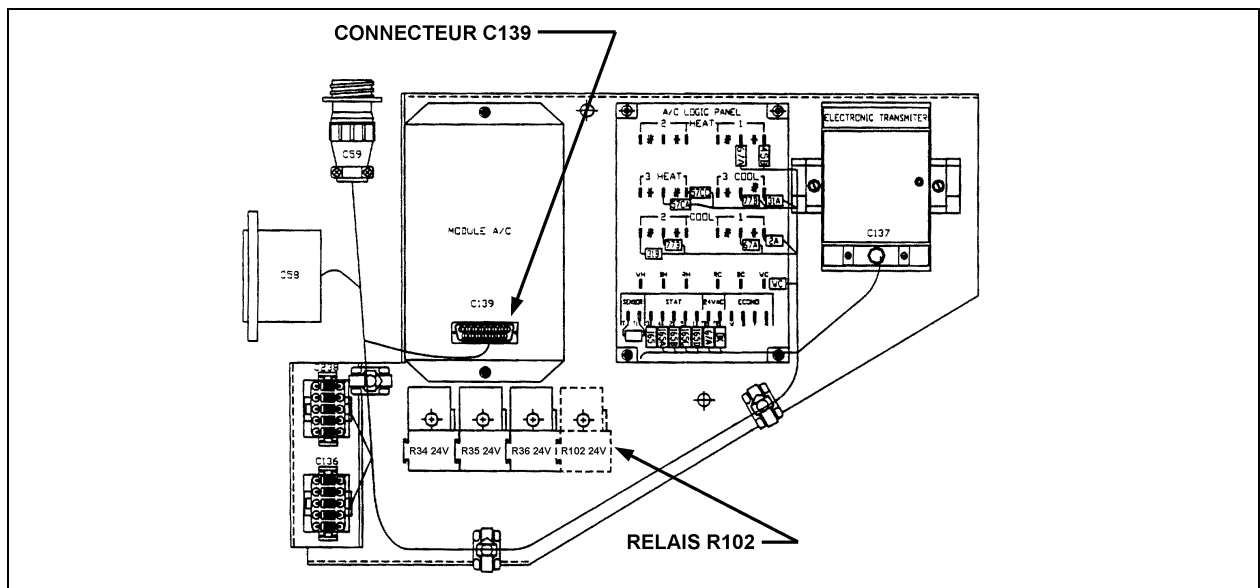

FIGURE 8 : PANNEAU DE JONCTION A/C DU COMPARTIMENT ÉLECTRIQUE ARRIÈRE
Remarque : Vérifier dans le compartiment électrique arrière si le relais R102 a été installé (voir fig. 8), si c'est le cas, effectuer la marche à suivre pour les véhicules compris entre les numéros de série W-2204 et W-2284, si le relais n'a pas été installé, continuer la présente marche à suivre.
- À partir du compartiment électrique arrière, débrancher le connecteur C139 du module A/C (voir fig. 8). Brancher le connecteur C139M du câblage (Prévost #064750) au module A/C et le connecteur C139 au connecteur qui était installé sur le module. Se référer au schéma électrique D060882 P. 13.1 Rév. 07.